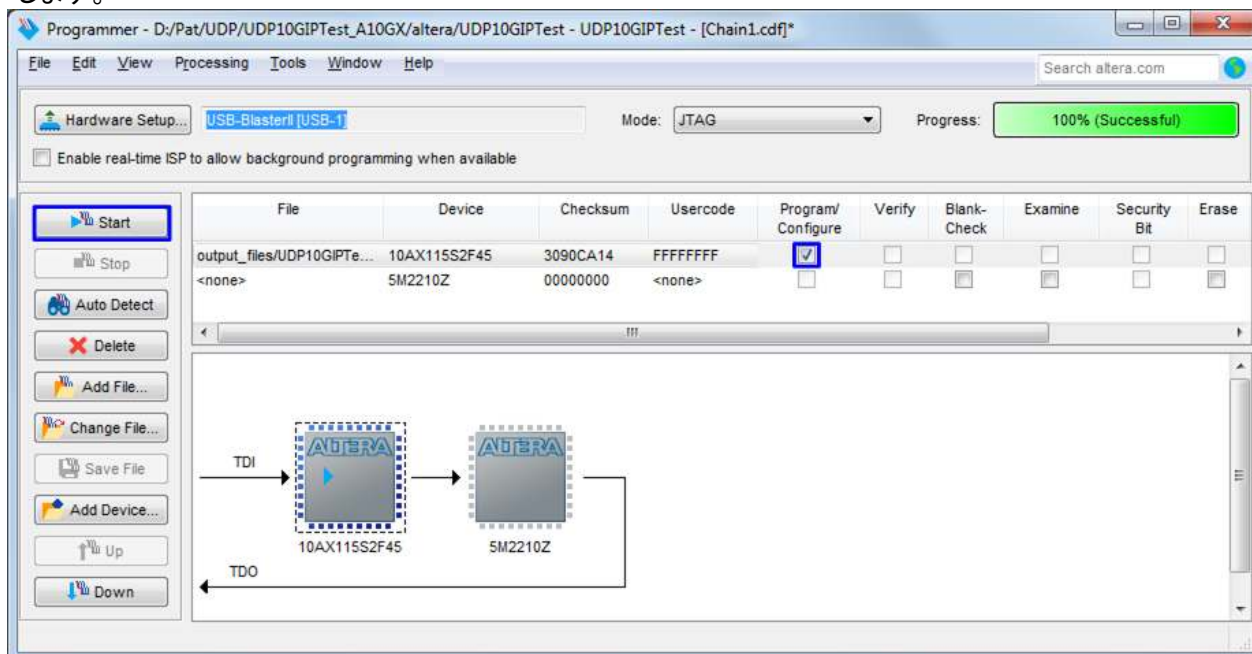

図 3-4: SOF ファイルのコンフィグレーション
- 5) Quartus Programmer を開き SOF ファイルを選択します、そして図 3-4 のように FPGA にコンフィグレーションします。